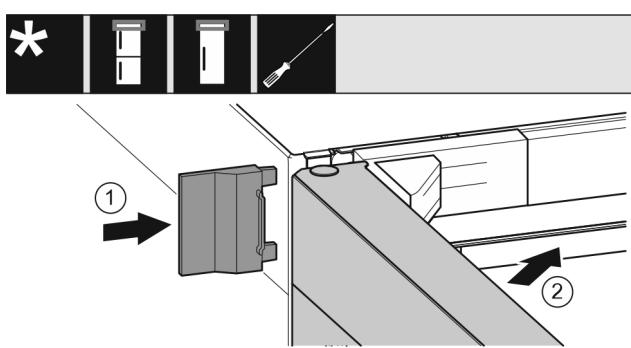

Fig. 21
- ▶ Užstumkite išorinę dengiamąją plokštelię. Fig. 21 (1)
- ▶ Uždarykite viršutines duris. Fig. 21 (2)